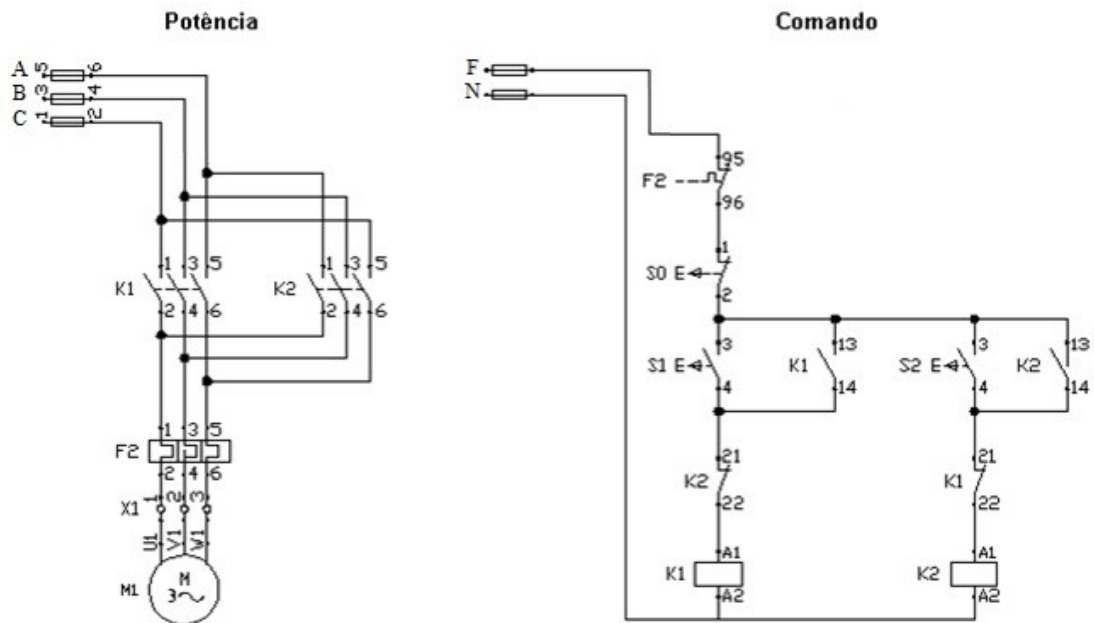

Figura 3
4.2- Monte o circuito da **Figura 3** que representa o acionamento direto com possibilidade de reversão no sentido de rotação do motor. Descreva como é a manobra para se obter a reversão do sentido de rotação do motor.